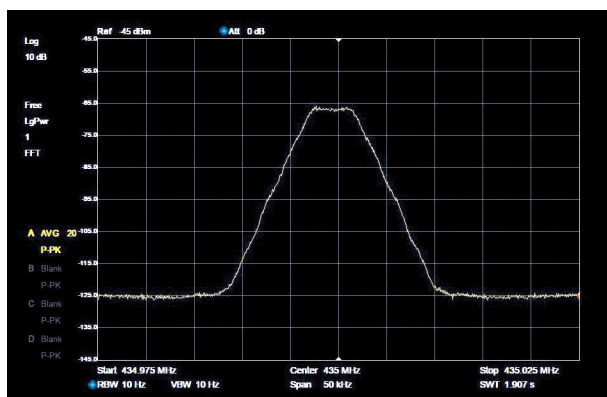

Fig. 2
Fig. 2 - Postazione della Protezione Civile di 1° livello nella stanza CCS (Centro Coordinamento Soccorsi) della Sala Operativa Interforze (SOI) presso la frazione Semogo del comune di Valdidentro (SO).